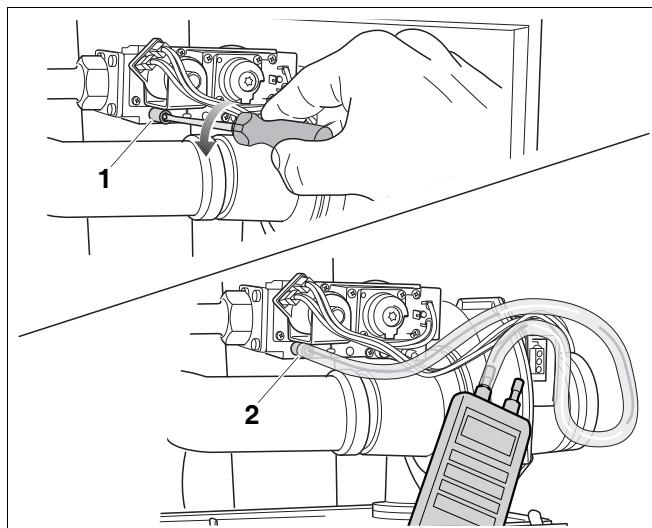

Fig. 64 Misurazione della pressione di collegamento del gas
- Allentare di 2 giri la vite di chiusura sul nippel di prova della pressione di collegamento gas e dello sfiato dell'aria (fig. 64, pos. 1).
- Collegare il tubo di misurazione dell'apparecchio di misurazione della pressione al morsetto positivo del nipple di prova (fig. 64, pos. 2).